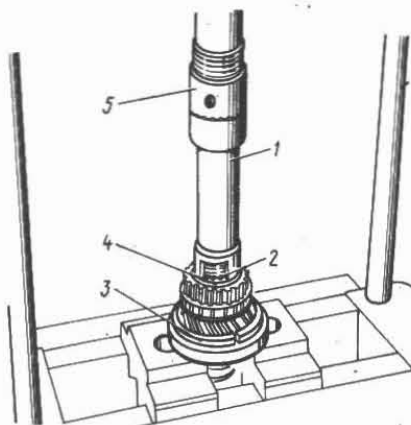

Fig. 3-28. Instalación del anillo de fijación en el árbol secundario:
- instale el árbol secundario con el mandril 41.7816.4069 en la prensa (véase fig. 3-28), coloque debajo del piñón de la III velocidad los semiaros de apoyo 3 y, presionando con el mandril la arandela elástica, quite el anillo de fijación 2;